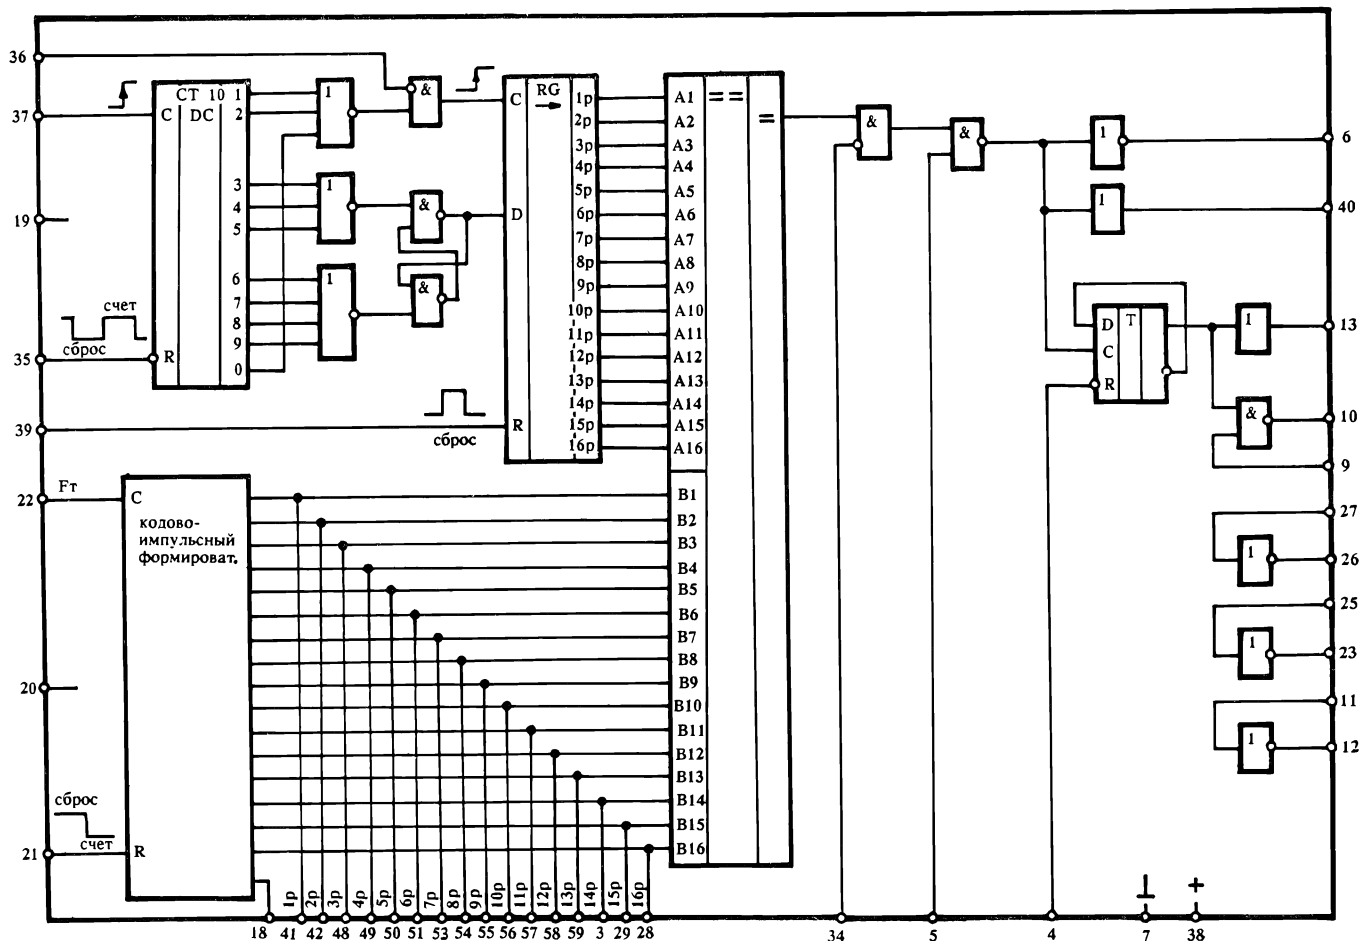

Рис. 1
рис.1. В его состав входят две независимые функциональные структуры — кодер и декодер, у которых общими являются: вывод питания (38), нулевая шина (7) и 16 выводов установки опорного кода. В соответствии со структурой кода эти выводы подключаются либо к общему проводу ("0"), либо к плюсовой шине ("1").